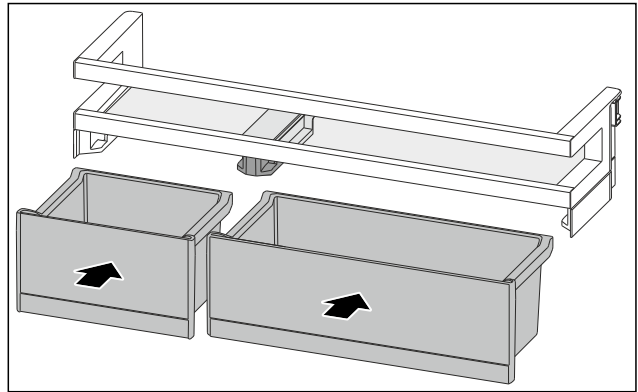

Fig. 148
- Installer les VarioBoxs dans l'agencement inverse. (voir Fig. 148)